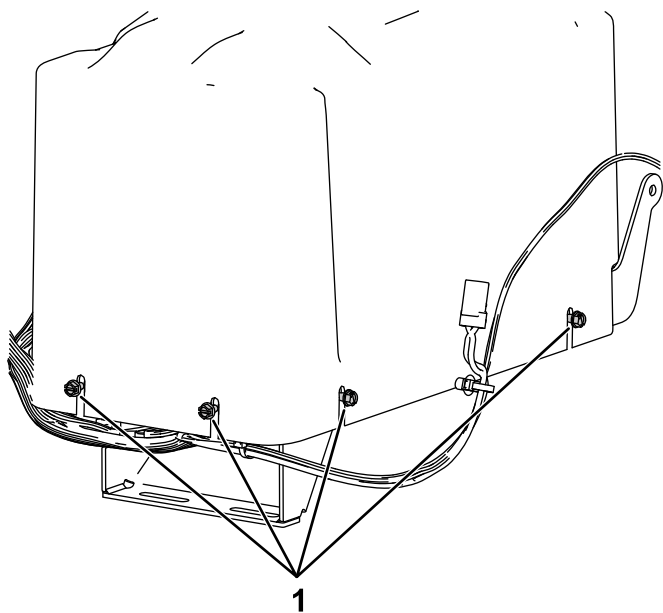

Figura 7
2. Slăbii cele 8 uruburi care fixează capacul bateriei i îndepărtai capacul (Figura 7).